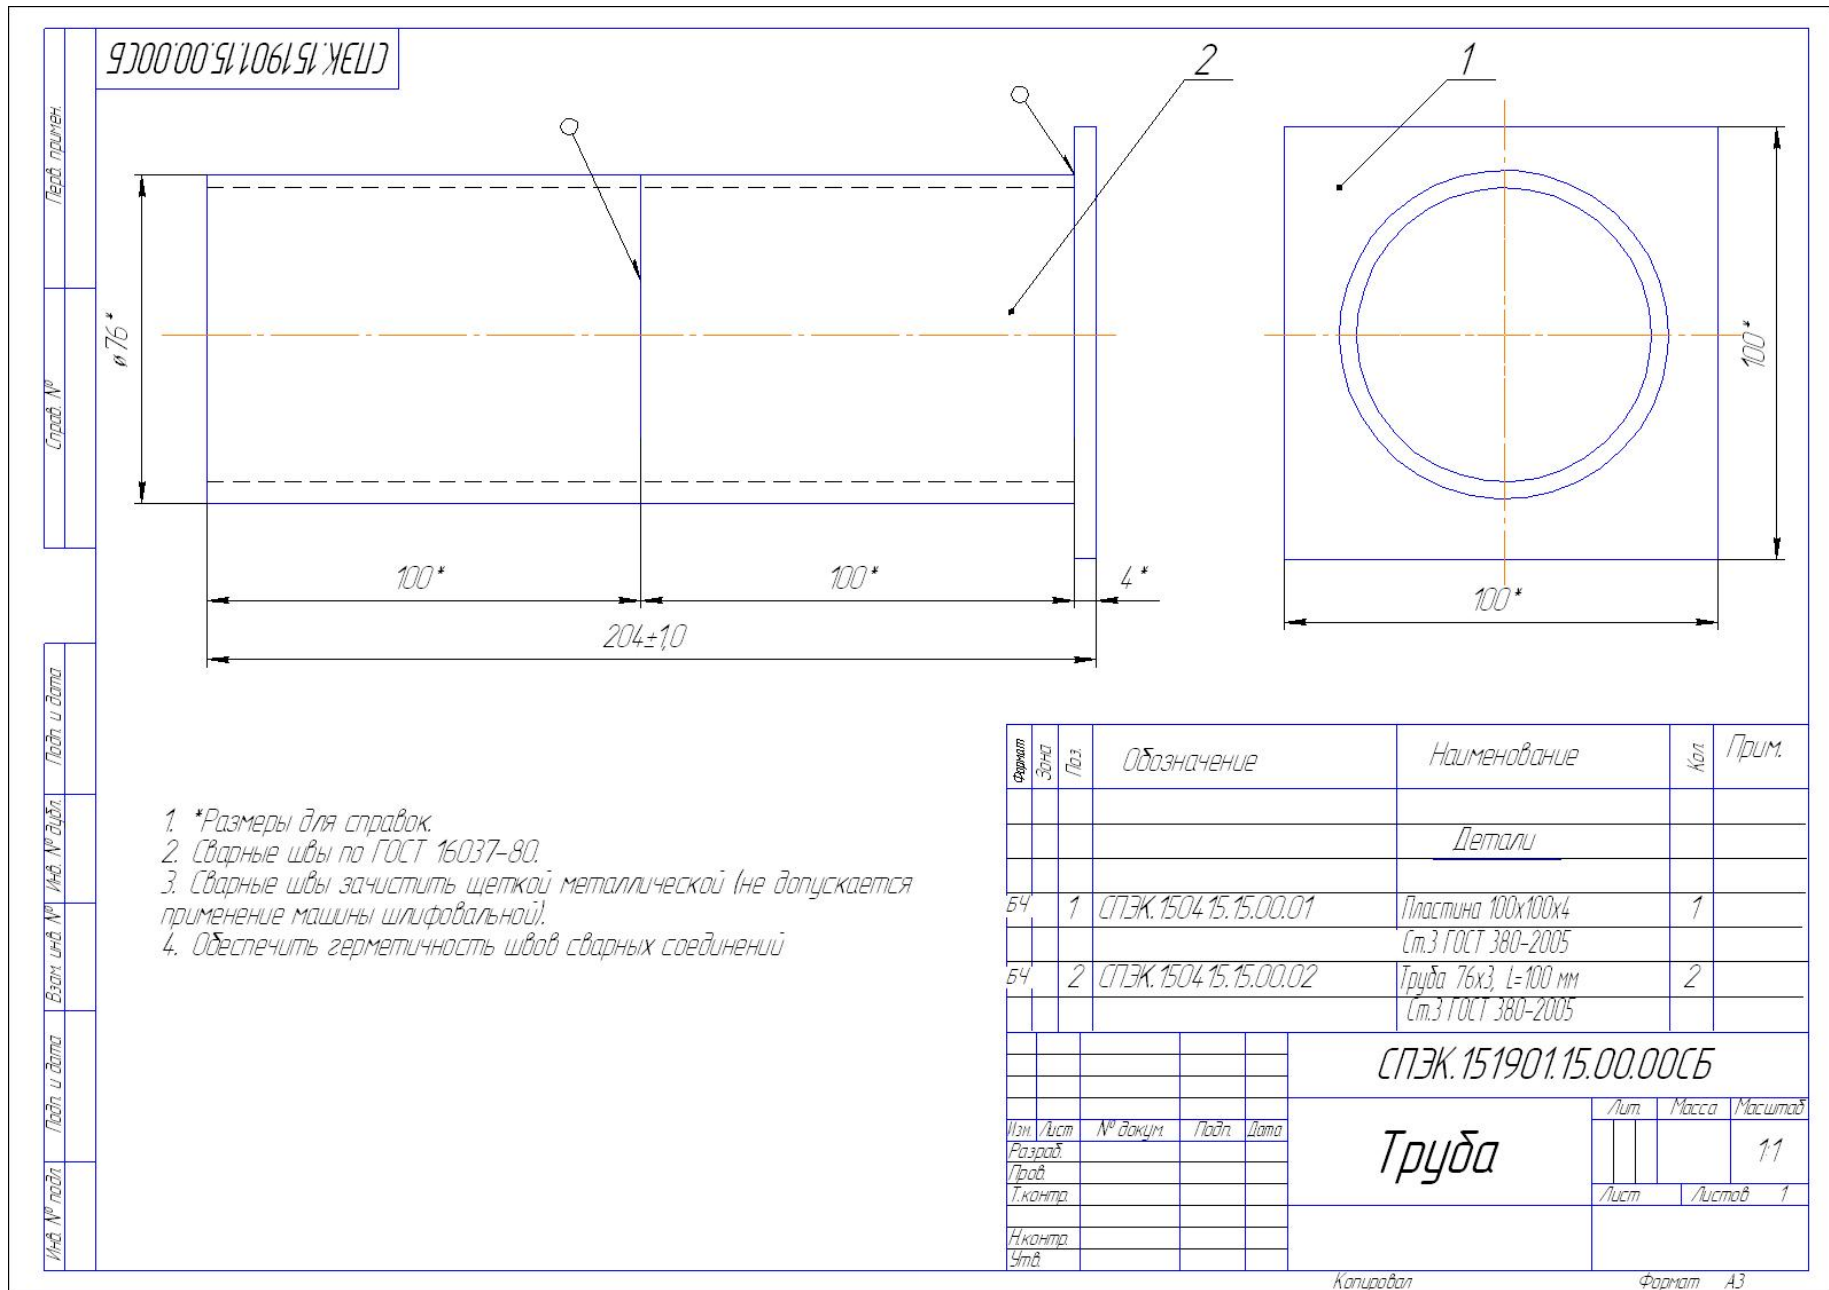

Рис. 1
9.1 Модуль 1. Труба (Механизированная сварка плавящимся электродом в защитных газах MIG/MAG (135)) Рис. 1.